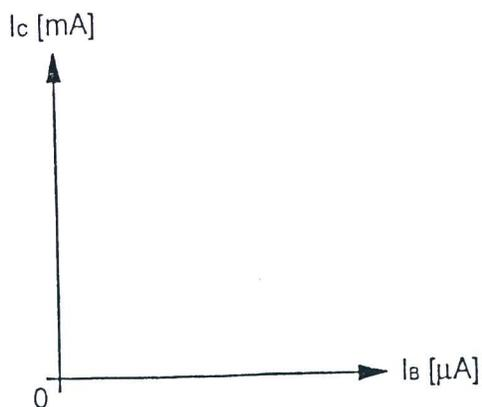

Fig. 2.4
14. Trazar en la Fig. 2.4 las curvas características de la corriente de colector en función de la corriente de base [ $I_C = f(I_B)$ ] con  $U_{CE}$  constante;